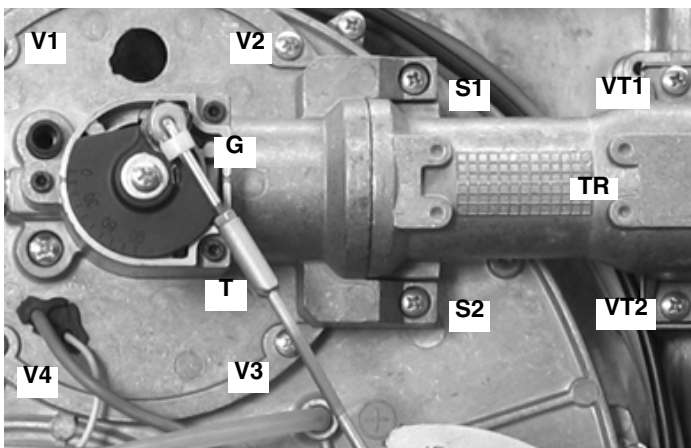
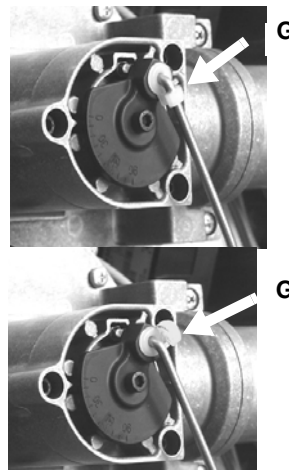

Fig. 57
Fig. 58
- Ausbau, Untersuchung und Reinigung des Brennerkopfes (siehe Fig. 57 und folgende);
- 1 Entsperren Sie mit dem Kunststoffhaken G die Zugstange T (Fig. 57 - Fig. 58) für die Einstellung der Gasdrosselklappe und ziehen Sie ihn aus seinem Sitz nach außen.
- 2 Entfernen Sie die 4 Schrauben V1, V2, V3 und V4 sowie die beiden Schrauben S1 und S2 (Fig. 57).